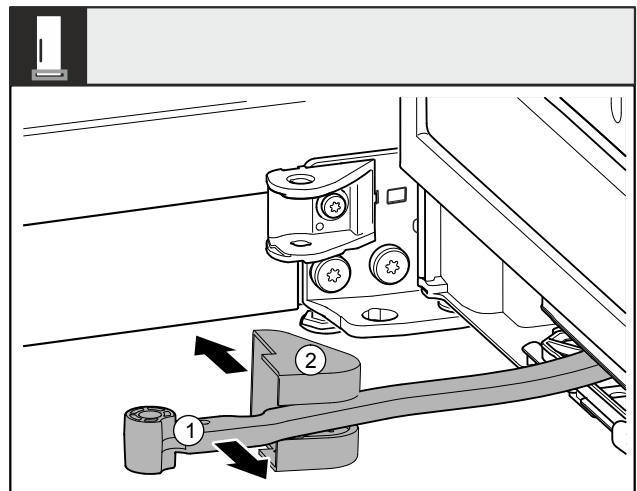

Fig. 9
- Tourner la jointure Fig. 9 (1) en direction de la porte.
- Retirer le cache du support de palier Fig. 9 (2).